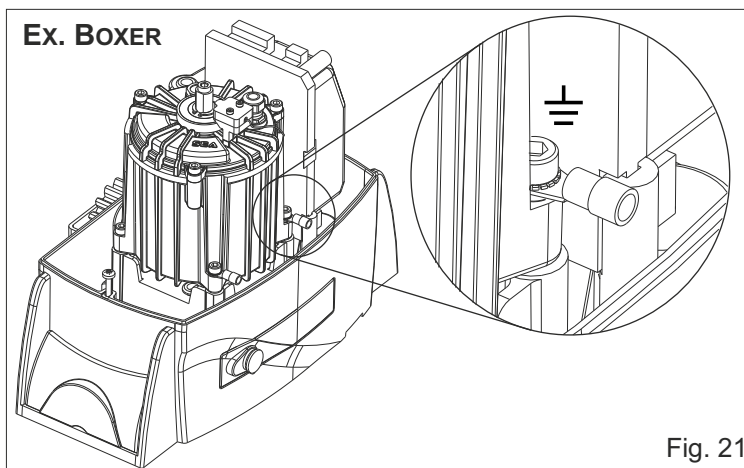

Fig. 21
9.2. Pour le réglage de la friction opérer sur la vis "A" (Fig. 21) comme suit: